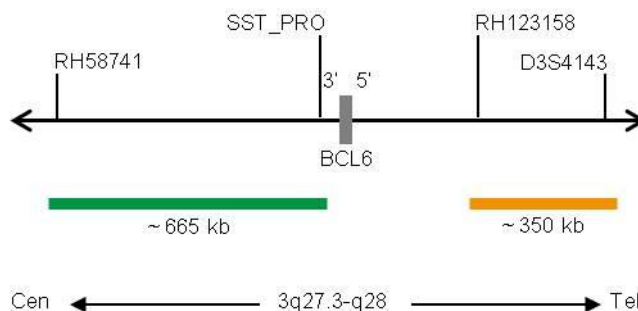

Fig. 1: SPEC BCL6 Mappa della sonda (non in scala)
- Polinucleotidi (~10 ng/μl) marcati con ZyGreen (eccitazione 503 nm/emissione 528 nm), le cui sequenze target mappano in 3q27.3* (chr3:186,737,897-187,403,834) prossimali al punto di rottura di BCL6 (vedere Fig. 1).
- Polinucleotidi (~4.5 ng/μl) marcati con ZyOrange (eccitazione 547 nm/emissione 572 nm), le cui sequenze target mappano in 3q27.3-q28* (chr3:187,744,962-188,097,195) distali al punto di rottura di BCL6 (vedere Fig. 1).